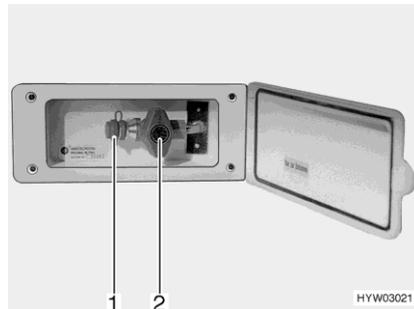

Fig. 181 Presa gas esterna (rubinetto di arresto del gas chiuso)
- Collegare l'apparecchio a gas esterno all'attacco (Fig. 181,1).
- Aprire il rubinetto di arresto del gas (Fig. 181,2).